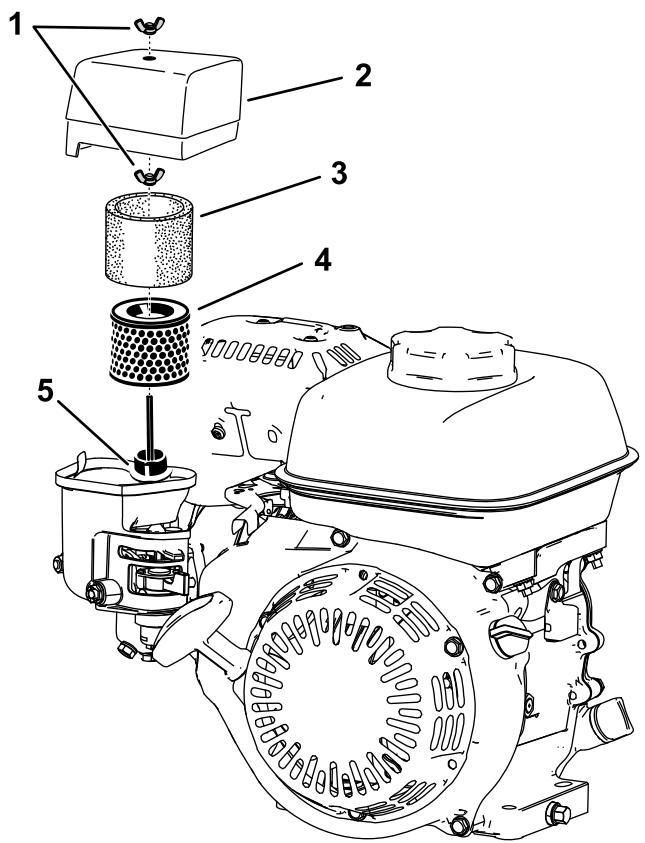

図 29
2. エアクリーナカバーを固定している蝶ナットを外す 図 29。